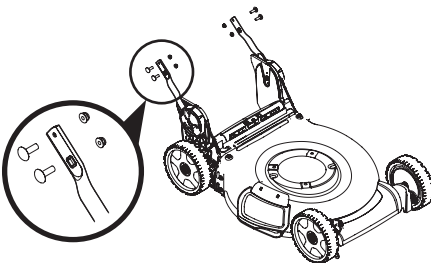

Figura 10
1. Retire los cuatro pernos de carro y las tuercas de las manijas inferiores (Figura 10).